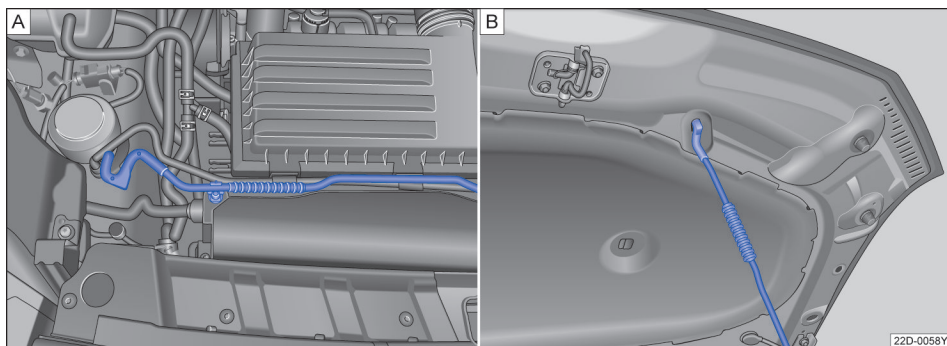

图 152 发动机舱盖支撑杆处于安放及固定位置
- 将发动机舱盖支撑杆→图 152 从其固定支架上取下。
- 将发动机舱盖支撑杆挂入图示位置的开口上→图 152。
- 将发动机舱盖支撑杆压入其固定支架内→图 152。